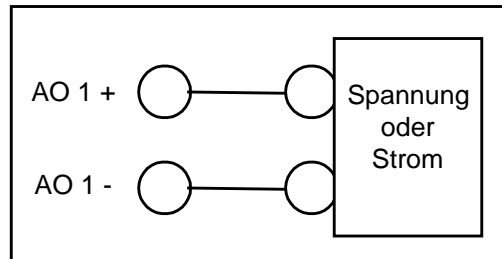
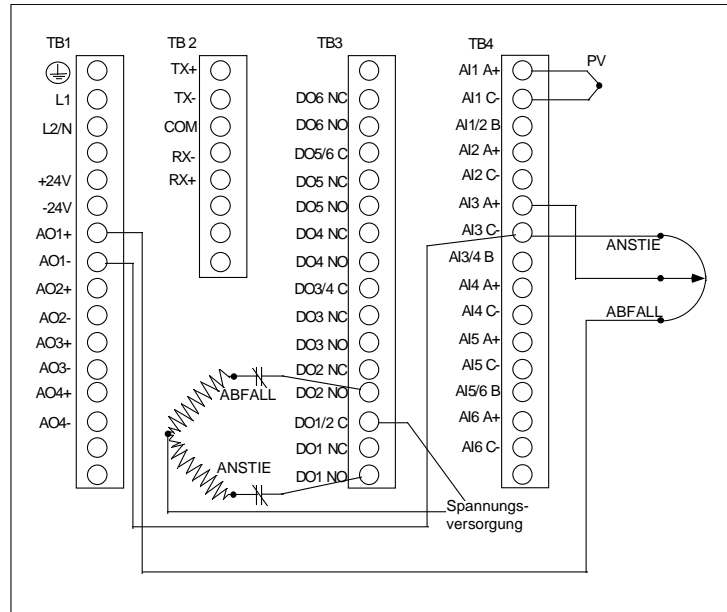

Abbildung 2-7 Kabelanschluß für spannungs- oder stromproportionale Ausgänge (STROM/VOLT)
Abbildung 2-11 Typische Verkabelung stellungsproportionaler Ausgänge
Analoge Ausgänge können Stromausgänge mit eingepprägtem Gleichstrom sein (STROM/-stromproportional), oder Spannungsausgänge (VOLT/spannungsproportional), zeitproportionale Ausgänge (ZEITPROP), oder stellungsproportionale Ausgänge (PP). Für die Verkabelung von Ausgängen STROM (stromproportional) oder VOLT (spannungsproportional) siehe Abbildung 2-7. Um ZEITPROP-Ausgänge zu verkabeln, verwenden Sie Universal-Ausgangsrelais oder Halbleiterausgänge. Für die Verkabelung stellungsproportionaler Ausgänge siehe Abbildung 2-11. Siehe auch Anschluß von diskreten Ausgängen.